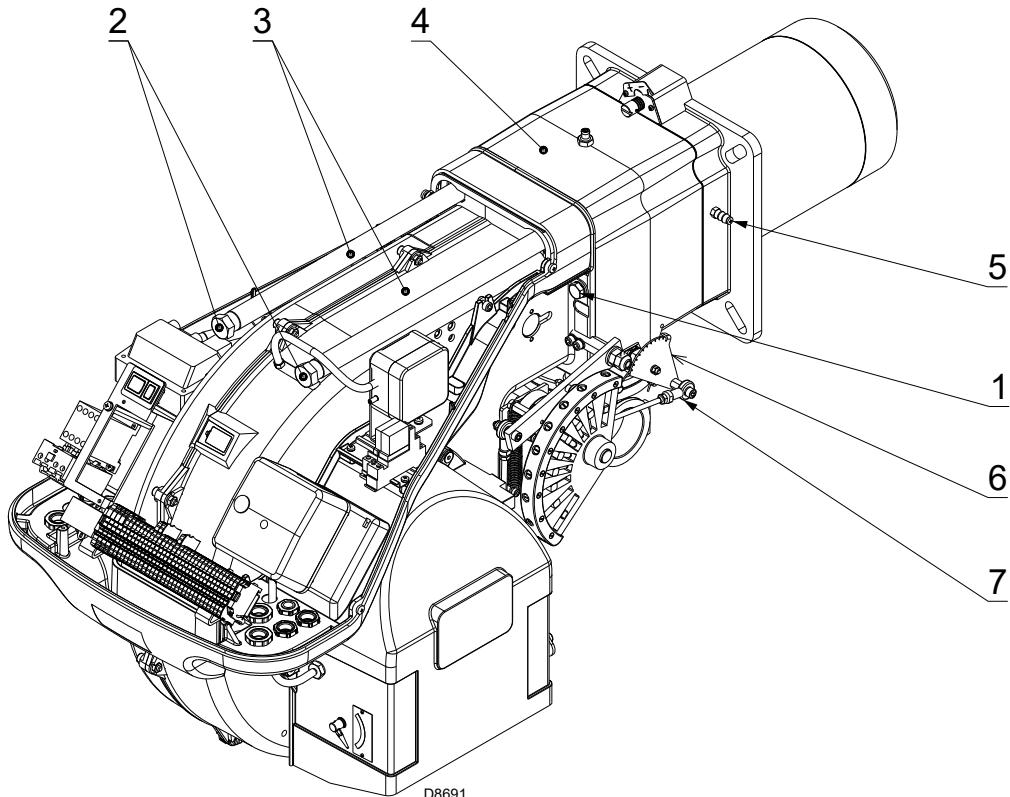

图 17
- ▶ 连接探针和电极电缆, 然后将燃烧器滑动至离管路连接点最远处, 直至达到图 17 所示位置;